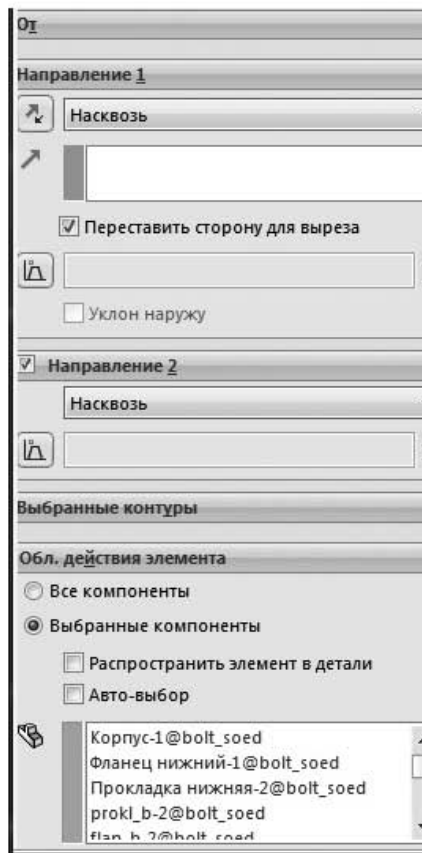

Рис. 6.43. Свойства команды Вырез-Вытянуть
2. Выберите команду **Вырез-Вытянуть**, в настройках свойств команды (рис. 6.43) укажите те компоненты, которые надо вырезать, исключая стандартные крепежные изделия.